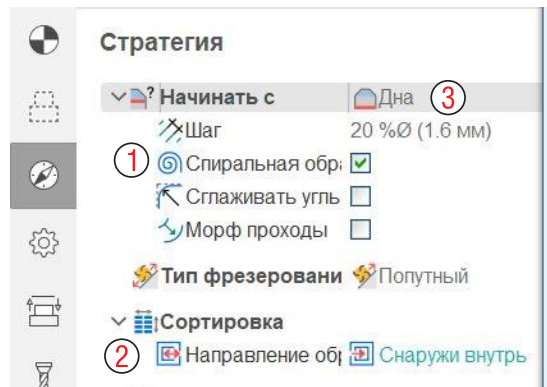
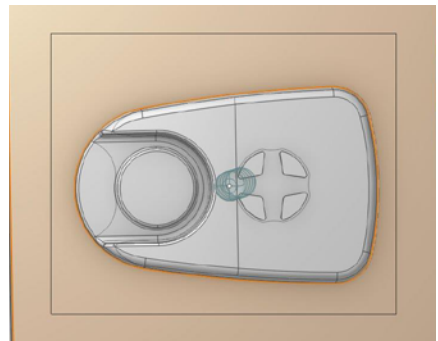

Рис. 3-19. Траектория операции 3D смещение.
Рис. 3-20. Параметры стратегии операции 3D смещение.
Результат показан на рис. 3-19. Обработка здесь может выполняться эквидистантными проходами относительно границ выбранной области. Но в данном случае включен параметр **Спираль** (1 на рис. 3-20), что минимизирует подъемы инструмента. Также часто полезен параметр **Направление обработки** (2), в данном случае он установлен в значение **Снаружи внутрь**. Параметр **Начинать с Дна** (3) в данном случае дает тот же результат, что и направление обработки, но в общем случае это разные параметры.